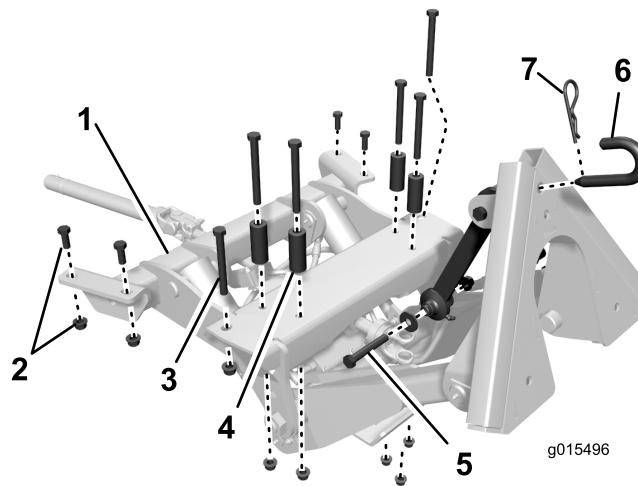

Figura 5
- Figura 5 mostra a vista superior do local, posicionamento e dimensão dos dispositivos de fixação utilizados para prender a estrutura de ligação frontal à parte inferior da estrutura da unidade de tracção.
- Prenda o conjunto articulado ao suporte do eixo com o parafuso de 1/2 x 3-1/4 pol., 2 anilhas de suporte e porca de bloqueio de 1/2 pol. (Figura 5 e Figura 6). As anilhas devem ser posicionadas no lado de fora das orelhas no suporte do eixo. Instale o espaçoador e aperte a 91-113 Nm (Figura 7).